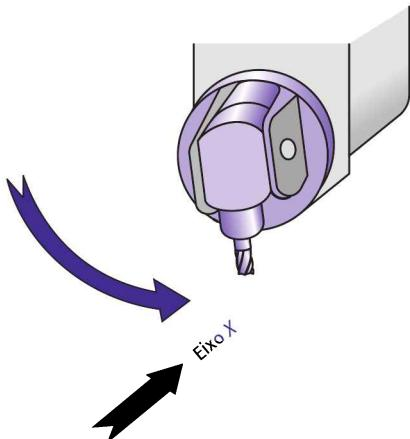

Figura 1-19 Este é um movimento dos eixos A e B positivo ou negativo?
6. Esta fresa-dora de cinco eixos na Figura 1-19 está girando com o cabeçote de corte na direção indicada. Esse é um movimento de eixo *A* ou *B* positivo ou negativo, de acordo com a regra do polegar?